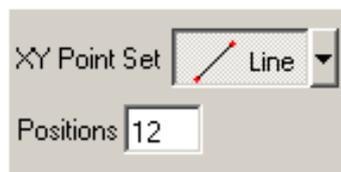

Рис. 8-10
1. В поле выбора **XY Point Set** выберите режим **Line** (Рис. 8-10).